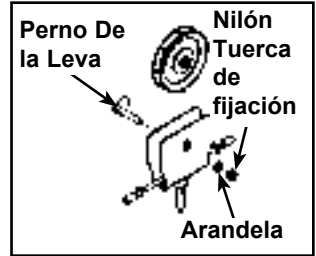

Figura 2
- E. Situar la polea acorchetar que es localizado cerca de leva. Ver Figura 2.